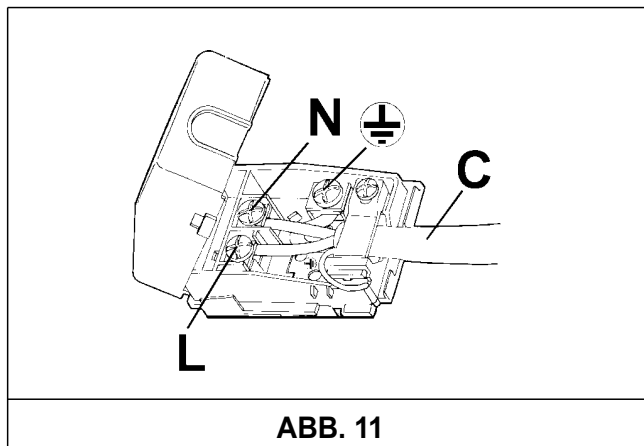

ABB. 11
- Die Drähte gemäß dem Stromlaufplan der Abb. 11 anschließen und dabei die folgenden Übereinstimmungen beachten: